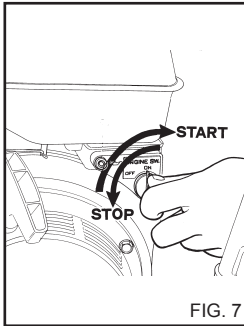

FIG. 7
3) Поставьте выключатель двигателя в положение ON (рис. 7)
a) Переведите выключатель двигателя в положение OFF (рис. 7).